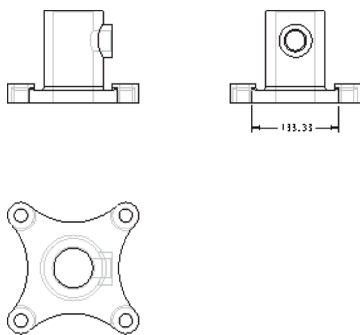

图 14-58 标注图元尺寸
STEP 04 移动鼠标指针至绘图区图形下方合适位置处, 单击鼠标中键, 即可标注图元尺寸, 如图 14-58 所示。